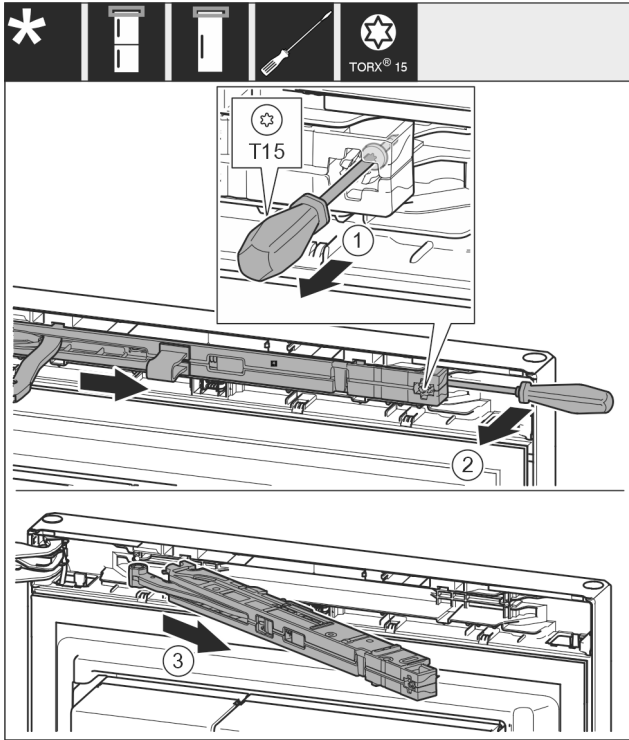

Fig. 11
- ▶ 用 T15 螺丝刀将减震器单元上的螺钉松开约 14 mm。 Fig. 11 (1)
- ▶ 将螺丝刀移向把手侧关门阻尼单元的背面并将单元向前转动。 Fig. 11 (2)
- ▶ 拉出关门阻尼单元。 Fig. 11 (3)